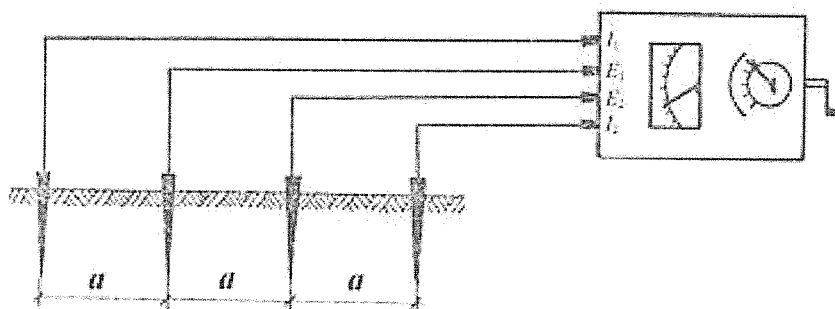

Рис. 1 Размещение электродов в грунте
1. Разместить электроды в грунте на месте измерения в соответствии с (Рис.1).